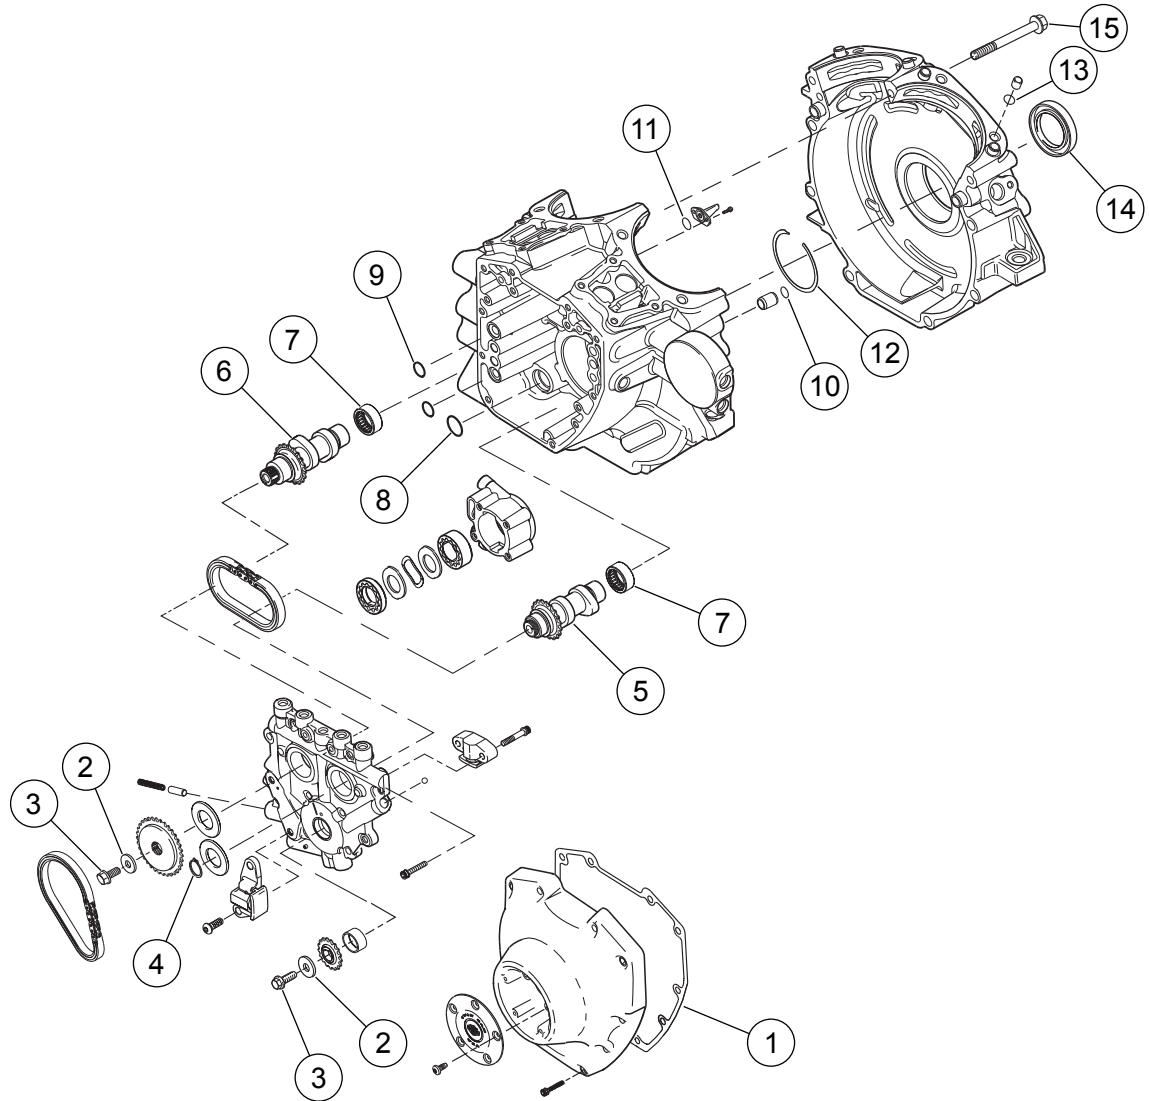

Figura 3. Piezas de servicio: Kit de conversión Screamin' Eagle Pro TC de 113 (1856 cm3)
Vea Figura 1 a Figura 3 y Tabla 1 a Tabla 3.
1. Vea Figura 3. Inspeccione los cojinetes de agujas del árbol de levas (7) y reemplácelos si es necesario.
2. Vea Figura 1 a Figura 3. Arme el extremo superior e inferior del motor usando las piezas del kit. Vea las hojas de instrucciones -J04418, -J03501 y las secciones correspondientes del MOTOR en el Manual de servicio.